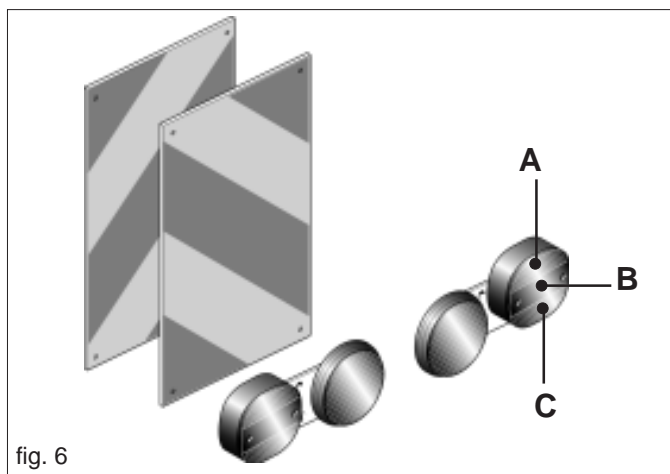

fig. 6
- 35) Lorsque les encombrements constitués par des équipements conduits ou semiconduits cachent la visibilité des dispositifs de signalisation et d'éclairage du tracteur, ceux-ci doivent être reproduits de façon adéquate sur les équipements, en respectant les normes du code de la route du pays en question. S'assurer que l'installation des phares fonctionne parfaitement lors de l'utilisation. On rappelle en outre que la séquence de signalisation correcte des feux prévoit (Fig. 6):